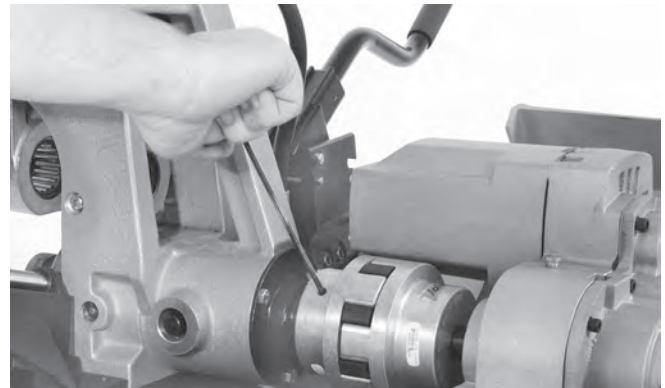

Figura 23 – Afloje los dos tornillos en el acoplamiento de la transmisión
1. Con la llave hexagonal de 3/16", afloje los dos tornillos en la mitad delantera del acoplamiento de la transmisión (Figura 23).
3. Con la llave hexagonal de $\frac{3}{16}$ " , afloje los dos tornillos en la parte delantera del acoplamiento de transmisión (Figura 23).